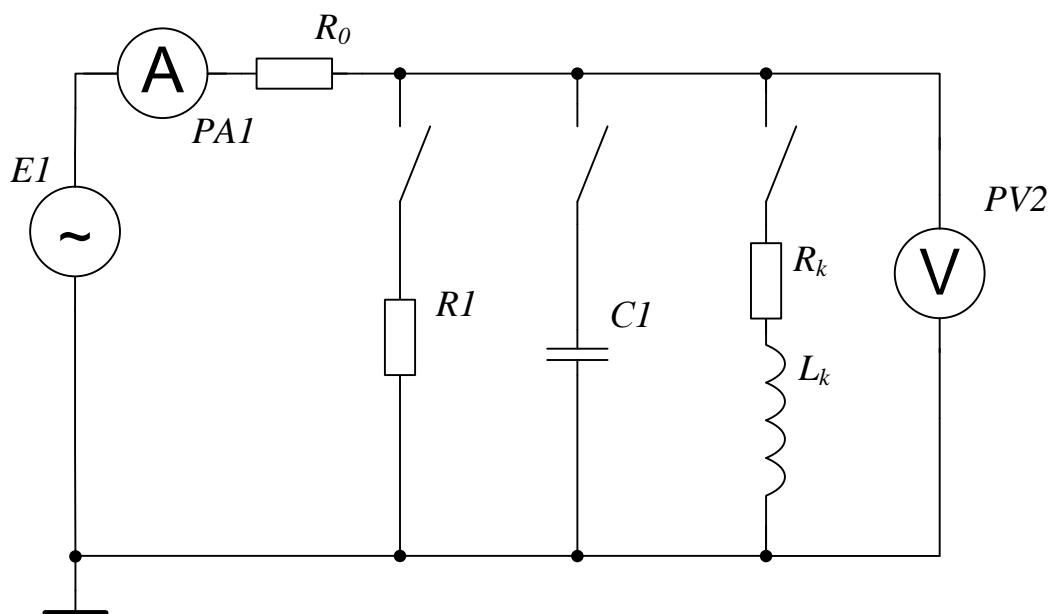

Рисунок 4.1 – Схема віртуального експерименту по дослідженню паралельного з'єднання  $RLC$  елементів
2. В середовищі Multisim зібрати схему по рис. 4.1. Встановити значення параметрів джерела та елементів.